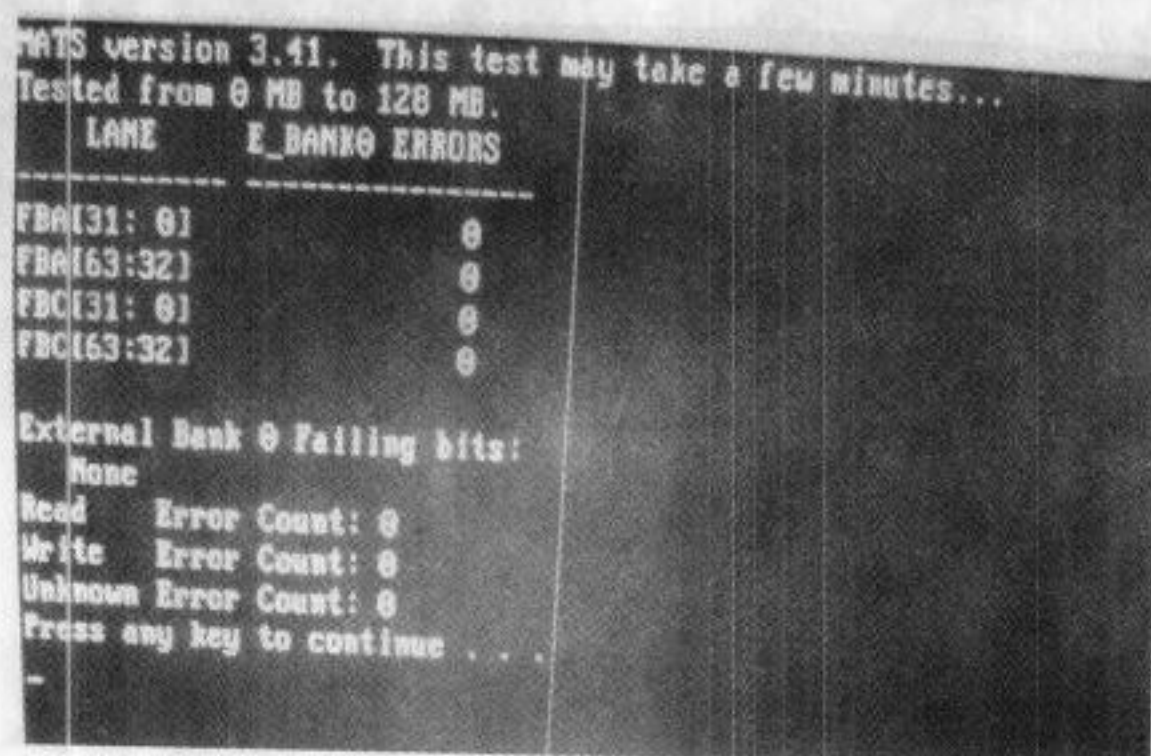

图 5-61 测试通过
(8) 上机不花了, 使用 MATS 程序测试通过, 如图 5-61 所示。